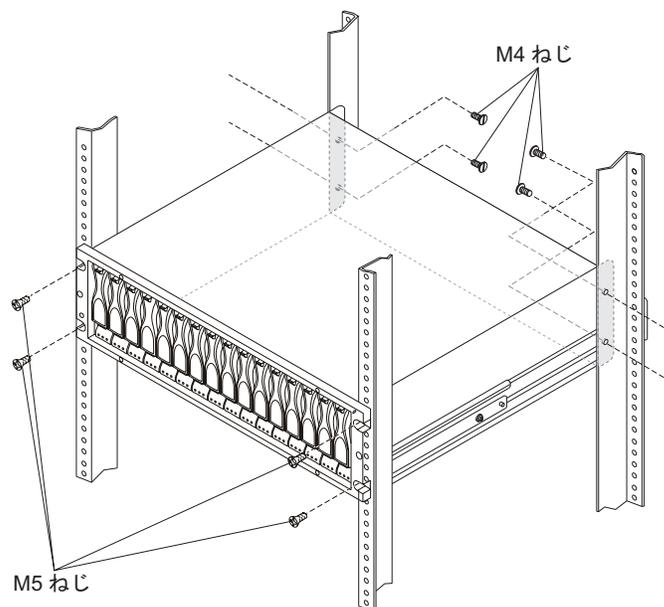

図 19. ラック・キャビネットへの DS3950 の固定
4. ストレージ・サブシステムを固定します。47 ページの図 19 に、ストレージ・サブシステムをラックに固定する方法が示されています。
- c. 47 ページの図 19 に示すように、M5 ねじ 4 個を使用して DS3950 の前部を固定します。